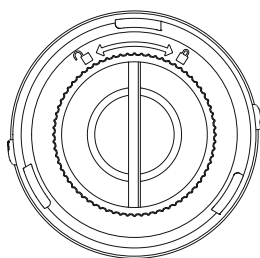

Fig. 7
1) Prestare attenzione ai simboli «Blocco» e «Sblocco» sulla parte superiore del filtro HEPA (22). Spostarlo fino al punto contrassegnato dalla freccia per rimuovere il filtro HEPA (22) dall'elemento rimovibile (23, v. fig. 7).
2) Sciacquare i componenti con acqua e asciugare quindi completamente all'aria prima di reinserirli nel contenitore per la polvere (6).